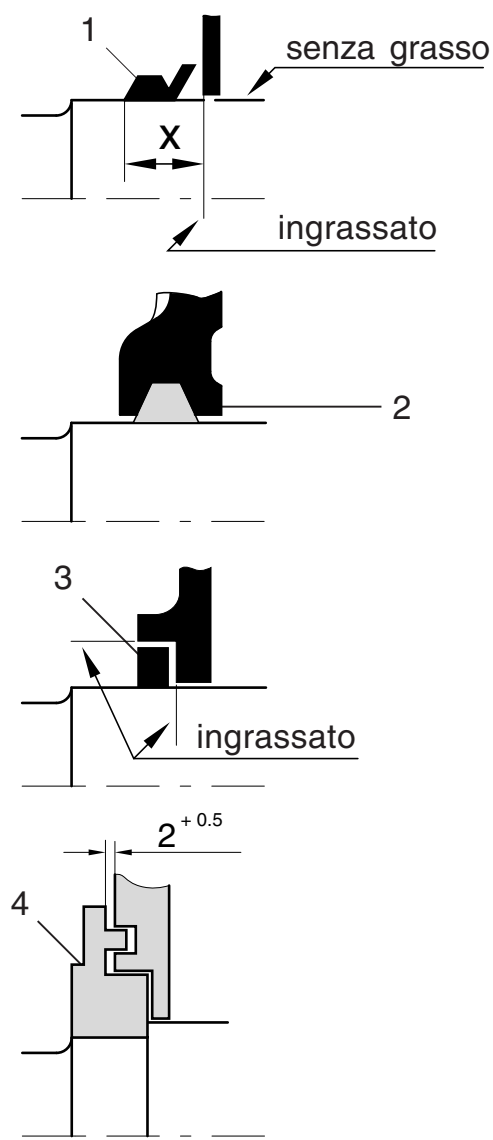

Fig. 11: 1 Anello a V
5.4 Guarnizioni dei cuscinetti (fig. 11)